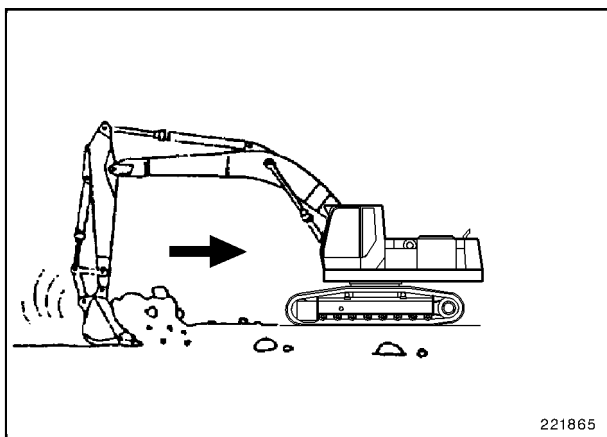

Fig. 1
- Utilizar a menudo la función de tirar la pluma. Al excavar, usar la fuerza de tirar la pluma y operar la cuchara utilizando ángulos de penetración reducidos. Ángulos de penetración grandes reducirán la eficacia de trabajo (Fig. 1).